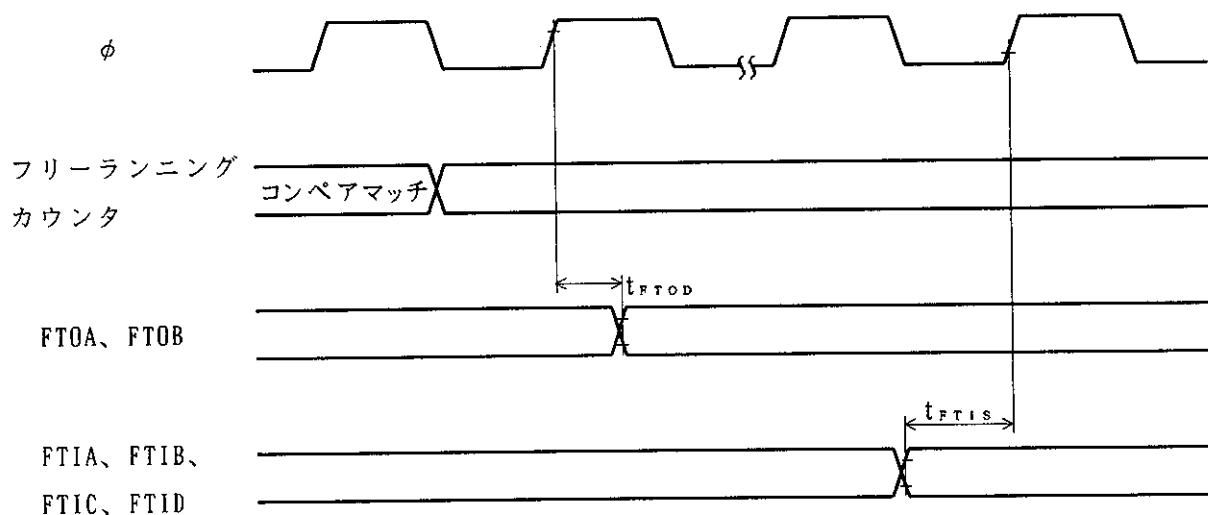

図17.10 フリーランニングタイマ入出力タイミング
17.3.3 16ビットフリーランニングタイマタイミング	図17.10、17.11